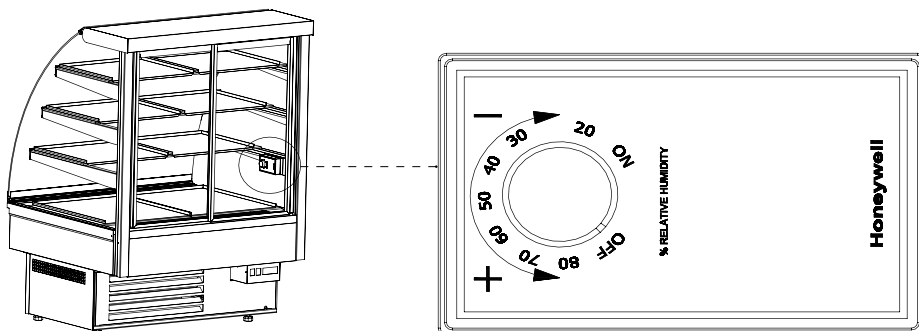

Abb.7 Higrostat
- In der Vitrinen, die mit dem Higrostat ausgestattet sind (ausser term. Carel) ist es möglich, die gewünschte Luftfeuchtigkeit mit dem Schalter einstellen Abb.7 (S.28).Im Temepraturbereich von 10°C bis 15°C kann die Leuffteuchtigkeit in Grenzen 30 bis 80% geregelt werden.
Higrostat dient zur Kontrolle von Feuchtigkeit, wenn sich die Temperatur im Inneren der Vitrine im Bereich von 10°C bis 15°C befindet. Mit dem Higrostatregler ist die gewünschte Luftfeuchtigkeit im Inneren der Vitrine im Bereich von 30 bis 80% indem der Regler gedreht wird Abb.7 (S.28) und in einer bestimmter Position eingestellt wird. Mit dem Drehen des Reglers im Uhrzeigersinn wird die eingestellte Feuchtigkeit vermindert, und gegen Uhrzeigersinn erhöht. Das Drehen des Reglers nach links bis Endstellung verursacht, dass der Higrostatbetrieb ausgeschaltet wird, obwohl die **Versorgung eingeschaltet ist.**